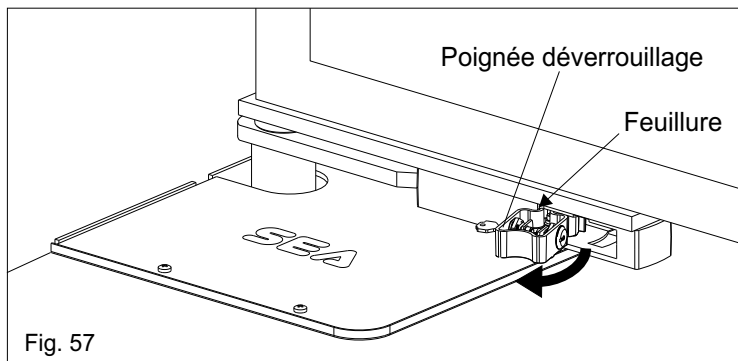

Fig. 57
- Tirer la clef vers l'externe du déverrouillage faisant sortir la poignée du déverrouillage jusqu'à la feuillure (Fig. 57)